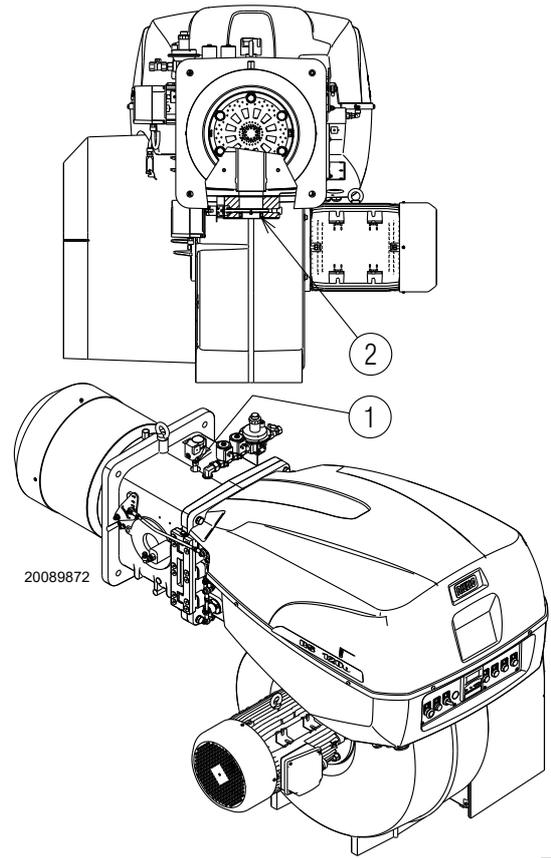

Fig. 21
Pression gaz mesurée à la prise 1)(Fig. 21), avec:
Perte de charge vanne papillon gaz 2) (Fig. 21) avec ouverture maximale: 90°.
- soustraire de la pression du gaz à la prise 1)(Fig. 21) la pression chambre de combustion.
Pression de gaz à la prise 1)(Fig. 21) = 59,2 mbar
Pour connaître par contre la pression de gaz nécessaire à la prise 1) (Fig. 21), après avoir défini la puissance de modulation maximale à laquelle on désire faire fonctionner le brûleur:
- Lire sur la droite, colonne 1, la pression à la prise 1)(Fig. 21).
Pression nécessaire à la prise 1)(Fig. 21).